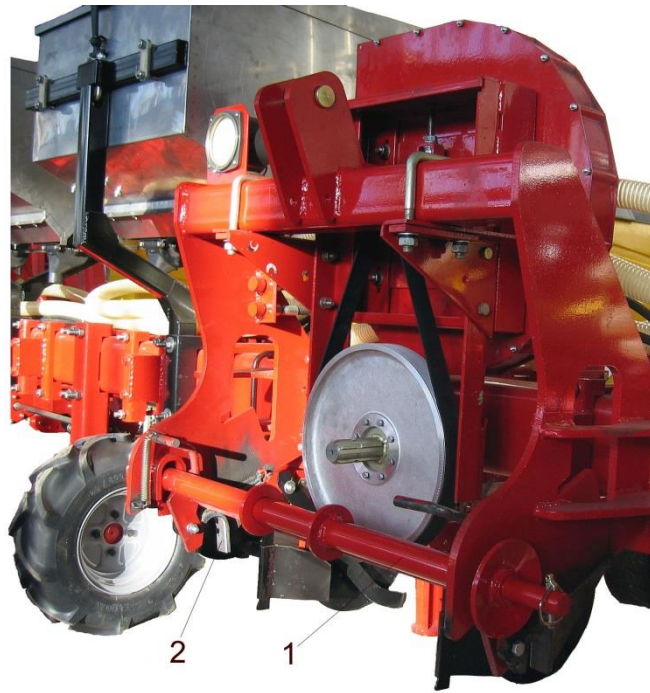
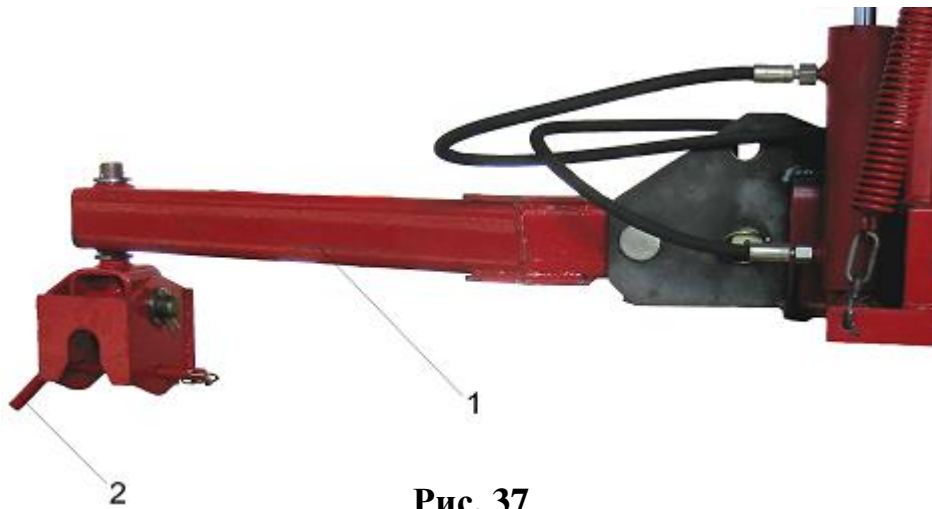

Рис. 36
Рис. 37
3. Установить колеса на стойки транспортного устройства. В случае если не хватает высоты подъёма для установки колёс транспортного устройства, то необходимо установить штангу сеялки (поз. 1 Рис. 36) на нижний зацеп (поз. 2).
5. Перегнать трактор и зацепить штангу (поз. 1 Рис. 36) за дышло (поз.1 Рис. 37).
6. Зафиксировать штангу осью (поз. 2 Рис. 37) и поднять стойку транспортного устройства.